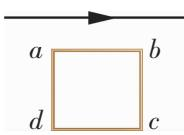

图 1-2-6
3. 如图 1-2-6 所示，线圈 $abcd$ 在通电长直导线的磁场中，分别做如下的运动，线圈中能否产生感应电流？为什么？